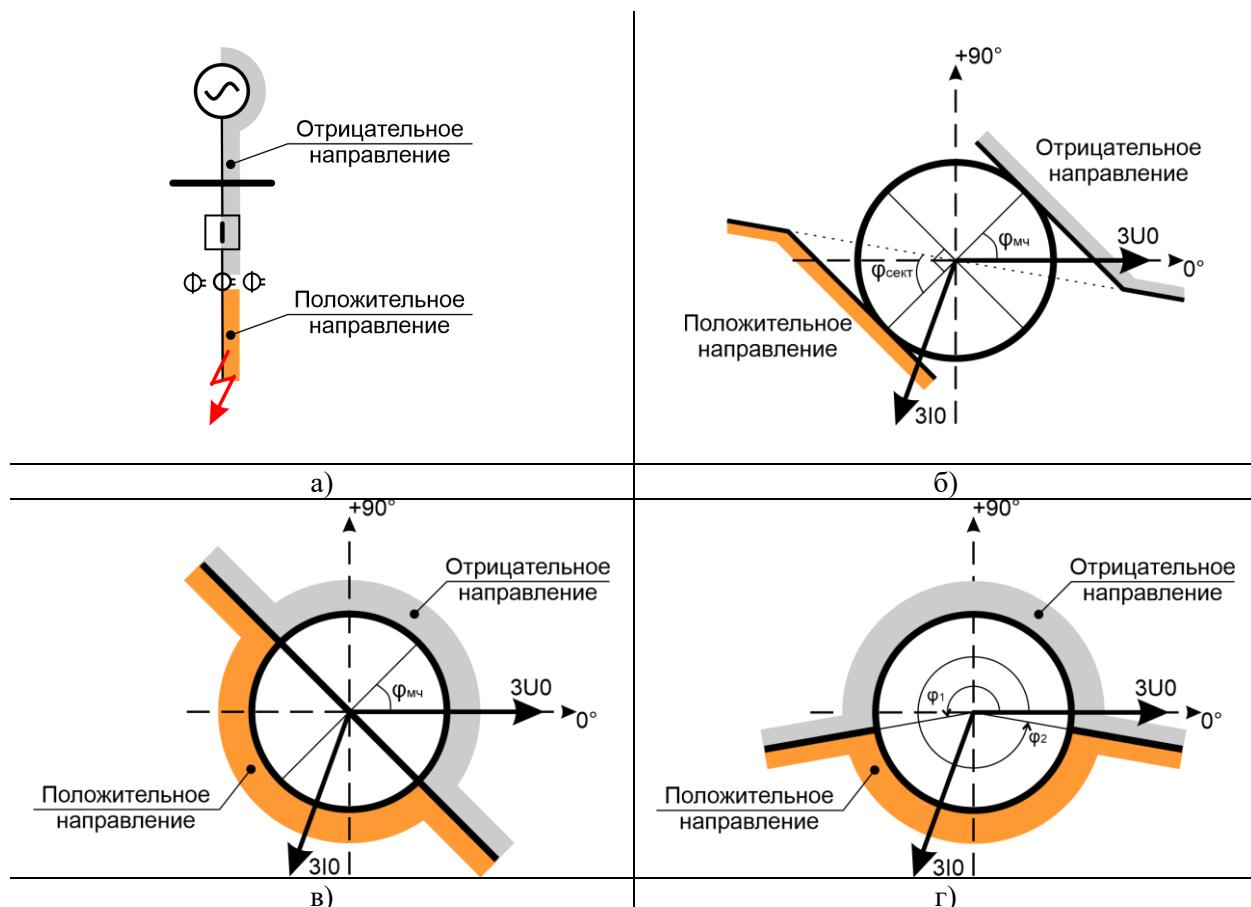

Рис. 67N. 1. Реле направление мощности нулевой последовательности:
- **тип 2:** защита использует величину модуля и направление вектора $3I_0$ относительно вектора $3U_0$, с учетом угла максимальной чувствительности (Рис. 67N.1 в). Этот метод защиты адаптирован к использованию в замкнутой распределительной сети с глухозаземленной нейтралью;
- **тип 3:** защита использует величину модуля и направление вектора $3I_0$ относительно вектора $3U_0$, с учетом нижних и верхних угловых пределов (Рис. 67N.1 г). Этот метод защиты адаптирован к использованию в распределительной сети, в которой система заземления изменяется в зависимости от режима работы.